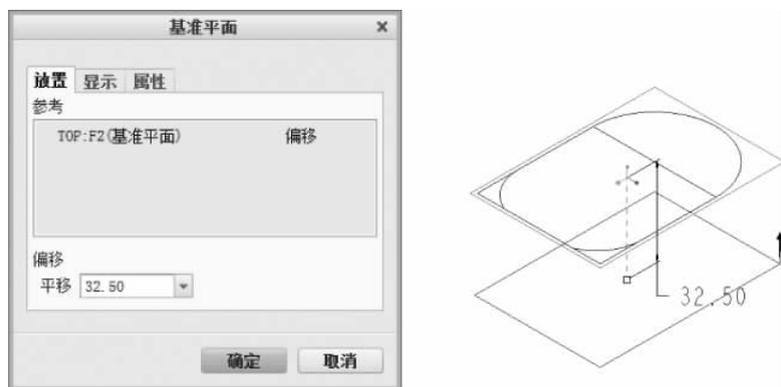

图 3-65 漏斗
② 单击【模型】选项卡中【基准】区域的【平面】按钮 ，出现【基准平面】对话框，选择 TOP 基准平面作为参考面，在【平移】文本框中输入“-32.5”，偏移后在 TOP 基准平面下部，如图 3-65 所示。
③ 单击【模型】选项卡中【基准】区域的【草绘】按钮 ，出现【草绘】对话框。